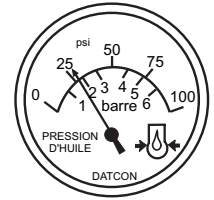

Figure 34. Jauge de Pression D'huile
7. L'indicateur de pression d'huile moteur (Figure 34) indique la pression de l'huile moteur. Normalement, la pression de l'huile est d'environ 35 à 65 psi. (241~448 kPa) lors du démarrage du moteur.